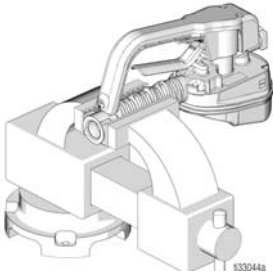

FIG. 1
1. Bloccare la valvola di erogazione con sistema di dosaggio in una morsa (FIG. 1).